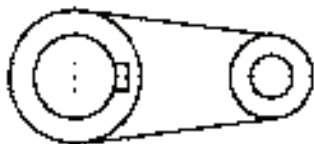

图 4-51 绘制键槽
7) 单击“绘图”工具栏中的“直线”按钮，绘制键槽，结果如图 4-51 所示。